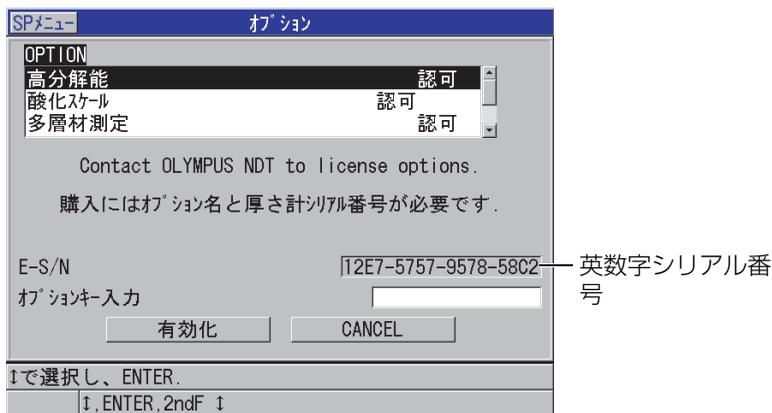

図 7-1 ソフトウェアオプションを有効にするためのオプション画面
3. オプション画面 (100 ページの図 7-1 参照) で、S/N フィールドに表示される 16 桁の英数字シリアル番号を書き留めておいてください。オプションリストは、ソフトウェアオプションの実際のステータスを示しています。ここで、認可はオプションが有効になっていることを意味します。
5. オプション画面 (100 ページの図 7-1) で、以下の操作を行います。